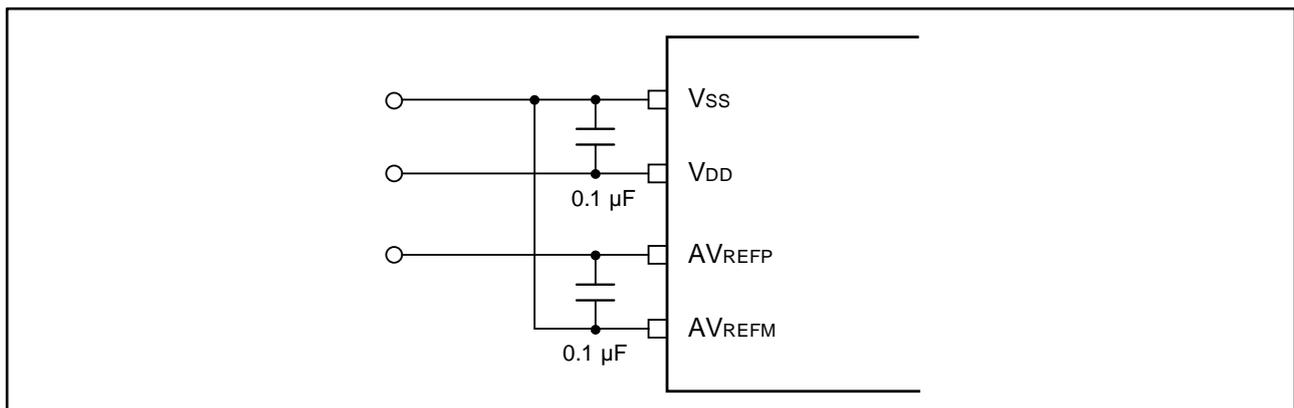

図 11. アナログ電源端子の接続例
- (1) 電源には等価抵抗が小さく、周波数応答のよいコンデンサを接続してください
- (2) アナログ入力源の出力インピーダンスが高いほど影響が大きくなりますので、ノイズを低減するために図 11 のようにコンデンサ  $C$  を外付けすることを推奨します
- (3) 変換中においては、他の端子とスイッチングしないようにしてください
- (4) 変換開始直後に HALT モードに設定すると、精度が向上します
P.21	1.6.2 基板設計時の注意事項、図 11 アナログ電源端子の接続例を追加